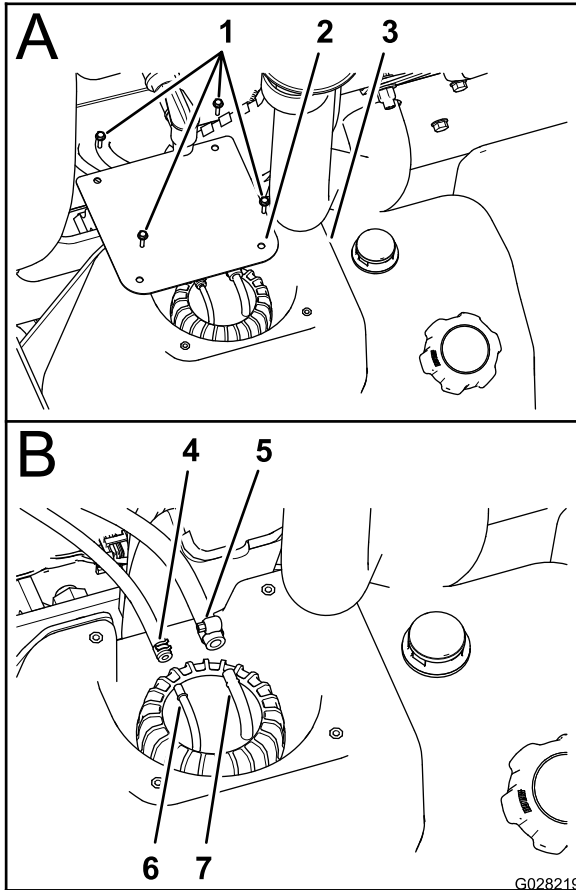

図 76
2. 燃料タンクカバーを燃料タンクに固定しているねじ#10 x 3/4"4本を外して、カバーを取り外す 図 76。
3. スタンドパイプアセンブリ上部のホースフィッティング2個に燃料ホース2本を固定しているクランプをゆるめる 図 76。
4. ホースフィッティングから2本のホースを外し、ホース内部にある燃料を適切な容器に受ける 図 76。
4. 燃料ホース 6.4 mm をホースフィッティング 6.4 mm に組み付け、ホースクランプでホースをフィッティングに固定する 図 76。
5. 燃料ホース 8 mm をホースフィッティング 8 mm に組み付け、ホースクランプでホースをフィッティングに固定する 図 76。